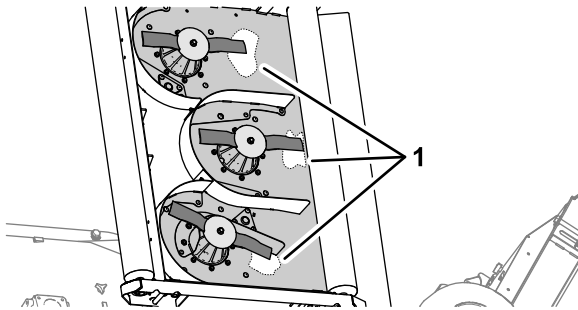

Bild 65
2. Reinigen Sie die Unterseite des Mähwerks im Bereich der Schneidkante an der Rückseite des Messers (Bild 65).